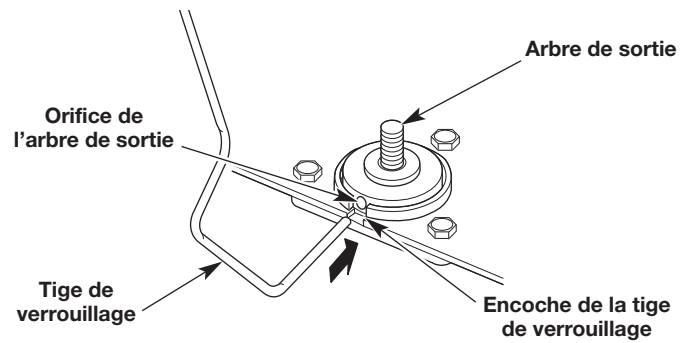

Fig. 7
1. Alignez l'orifice de l'arbre de sortie avec l'encoche pour tige de verrouillage. Insérez la tige de verrouillage dans l'encoche pour tige de verrouillage, puis dans l'orifice de l'arbre de sortie (Fig. 7).
6. Alignez l'orifice de l'arbre de sortie avec l'encoche pour tige de verrouillage. Insérez la tige de verrouillage dans l'encoche pour tige de verrouillage, puis dans l'orifice de l'arbre de sortie (Fig. 7).